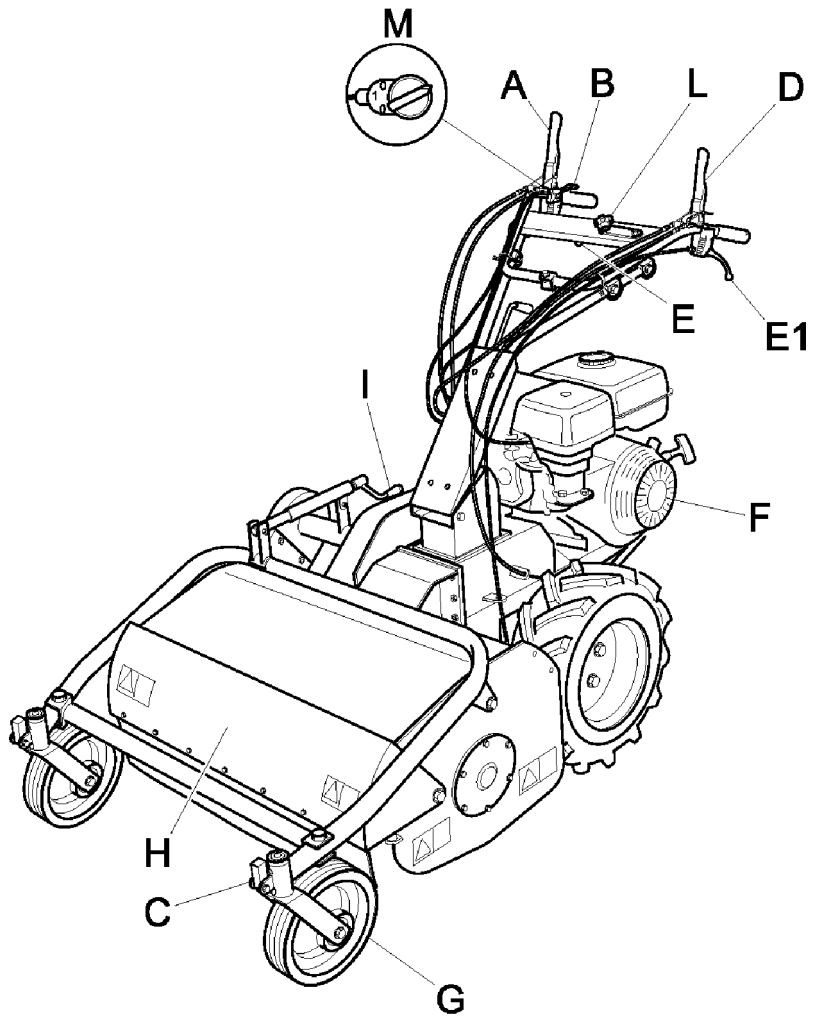
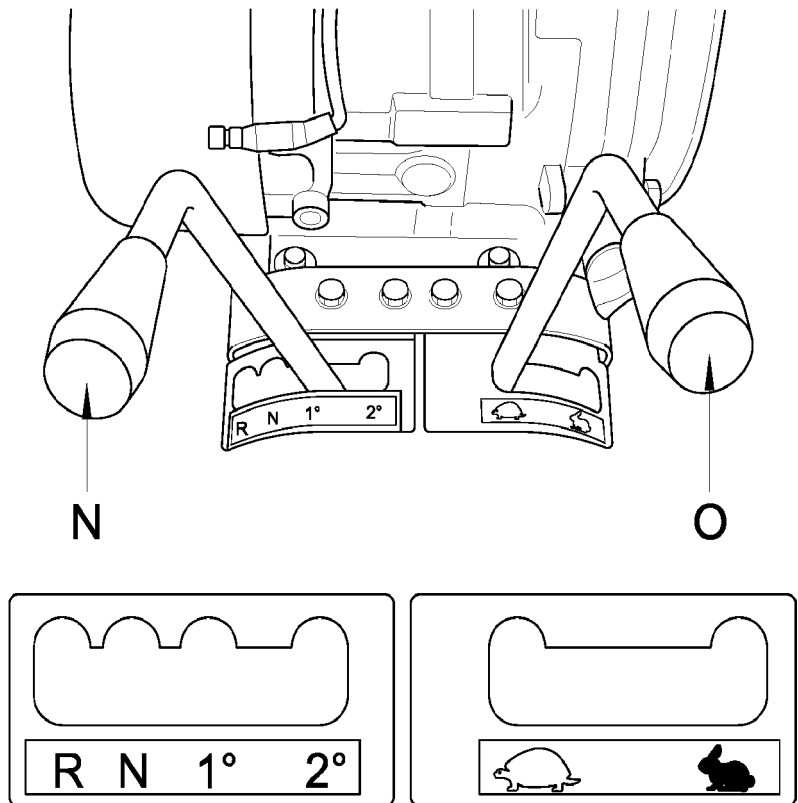

Figure 1
Figure 2
La protection antérieure (Fig. 1 Réf. H) s'ouvre ou se ferme automatiquement en fonction du volume de l'herbe à couper. L'utilisation de la machine est interdite lorsqu'elle est ouverte car cela risquerait de provoquer la projection d'objets.
Ce levier permet de sélectionner la vitesse d'avance de la machine (réduite/rapide). En cas d'utilisation synchronisée de ce levier avec le levier de vitesse (Fig. 2 Réf. N), sa manipulation permet d'obtenir 4 marches avant et 2 marches arrière.
Avant d'actionner le levier de commande de vitesse réduite/rapide (Fig. 2 Réf O), il est nécessaire de positionner le levier de sélection vitesse (Fig. 2 Réf N) en position de point mort . Enclencher la vitesse désirée seulement après.
EN PENTE, UTILISER EXCLUSIVEMENT LA VITESSE REDUITE EN MAINTENANT POUR CELA LE LEVIER DE COMMANDE VITESSE REDUITE/RAPIDE TOUJOURS EN POSITION VITESSE REDUITE (Fig.2, Réf.O)
Vérifier que vous avez correctement sélectionné les positions des leviers (Fig. 2 pos. N et O) et que ces dernières sont solidement en position ; dans le cas contraire, actionner brièvement le levier d'avance (Fig. 1 Pos. A) afin de permettre l'enclenchement parfait de la vitesse. Ceci peut être plus particulièrement utile durant les premières heures de fonctionnement de la machine.
- Avant de démarrer le moteur, vérifier que les deux leviers d'enclenchement (embrayage d'avance - Fig. 1, Réf. A et embrayage lames - Fig. 1, Réf. D) se trouvent en position de désactivation (relâchés) ; le frein est alors automatiquement actionné ; par conséquent, positionner le levier de commande vitesse réduite/rapide au point mort (voir Fig. 2 , ref. N)
- Le couvercle de protection situé devant les lames (Fig. 1, Réf. H) doit toujours être fermé durant l'utilisation de la machine.